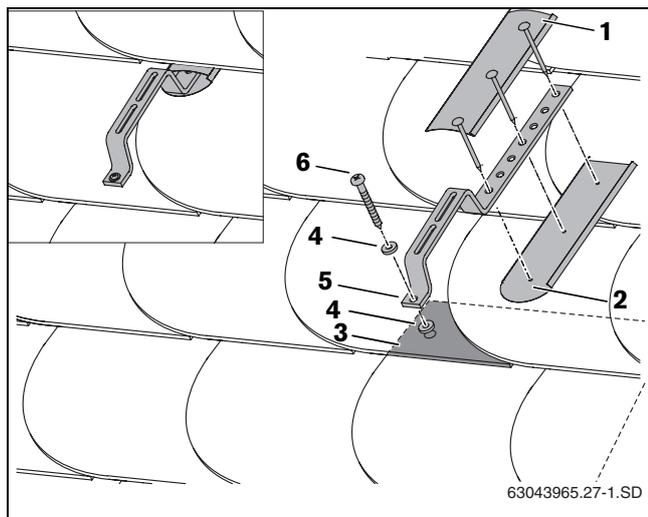

Fig. 25 Montaggio su un tetto coperto con ardesia/scandole
Viene mostrato come esempio il montaggio di un gancio da tetto particolare e la copertura a tenuta stagna con lamiera predisposte da parte del committente (fig. 25, [1] e [2]) sulla base di una copertura con scandole/ardesia.
- ▶ Montare i ganci da tetto particolari (fig. 25, [5]) e la guarnizione (fig. 25, [4]) con la vite (fig. 25, [6]) sulla copertura di ardesia/scandole.
- ▶ Per assicurare un montaggio a tenuta stagna, montare delle lamiere (fig. 25, [1] e [2]), messe a disposizione dal committente, sopra e sotto il gancio da tetto particolare.
i Il gancio da tetto particolare deve appoggiare anteriormente su una copertura multipla (fig. 25, [3]).